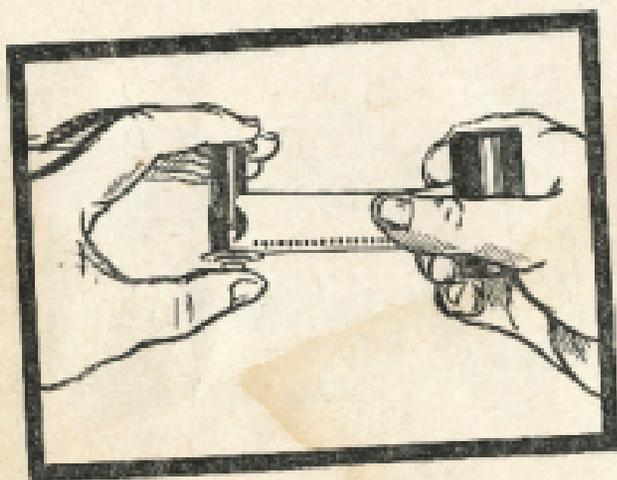

Рис. 8.
2. Выньте из кассеты свободный конец пленки на длину не более 10 см., закрепите его за пружинной катушке под пружиной (см. рис. 8) так, чтобы пересечение перфорированное отверстие пленки стало чуть дальше